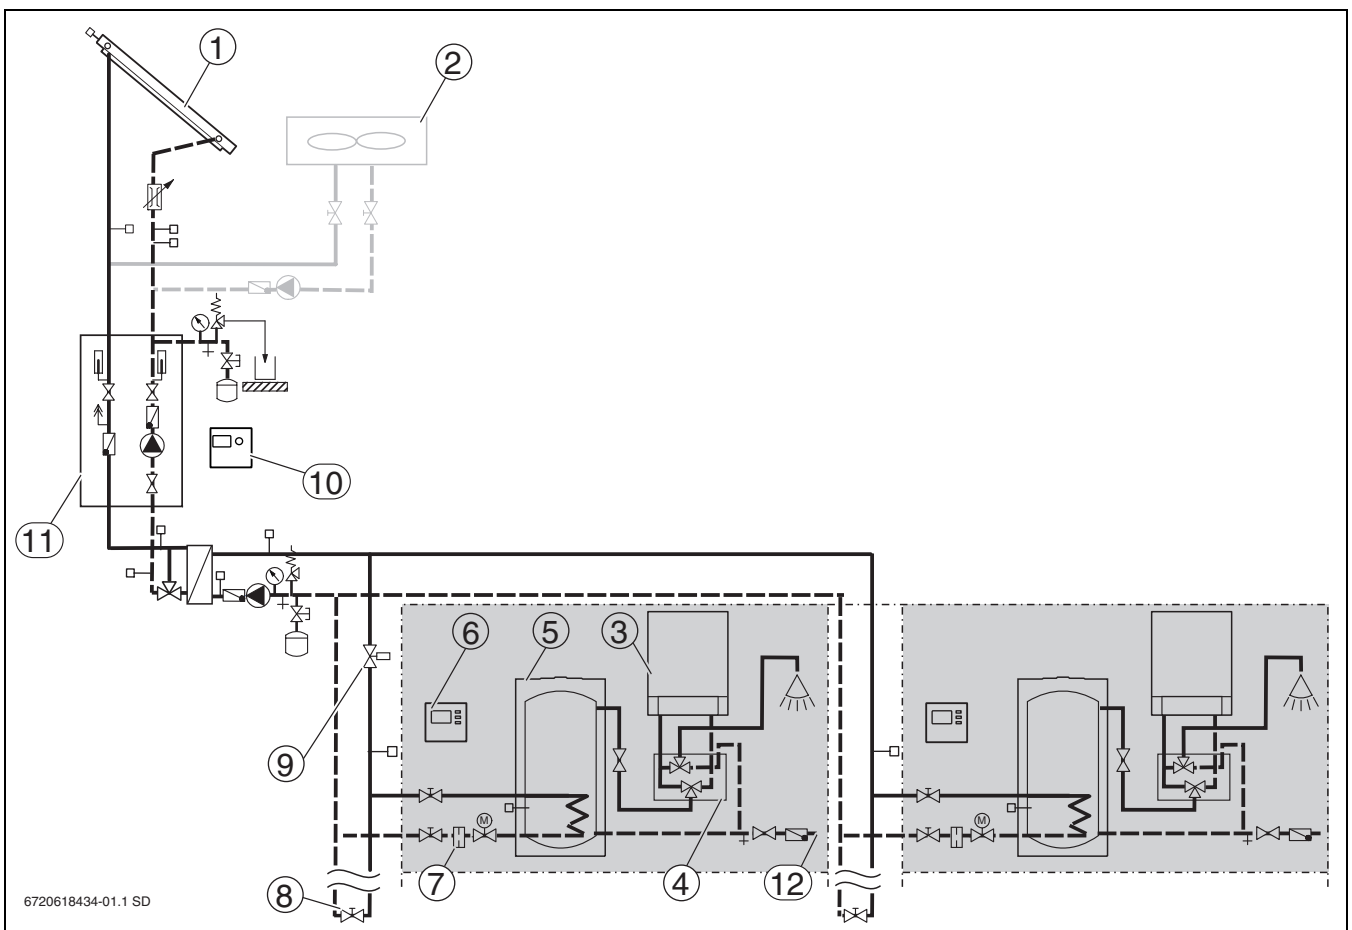

Fig. 1
- ▶ Instale los componentes conforme a las descripciones del sistema (→ fig. 1 y 2) y a los documentos de planificación.
- ▶ España: Según el CTE se puede instalar un disipador de calor en la instalación para desviar la energía sobrante (→ fig. 1 y 2).
- ▶ Monte una válvula antirretorno detrás de cada bomba para prevenir el flujo inverso (→ fig. 1 y 2).